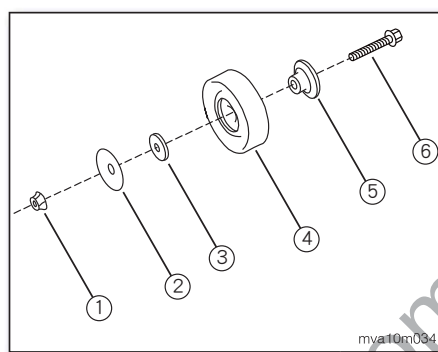

图2
2. 惰轮细部分解(如图2)。
- ① 惰轮螺母
- ② 防尘盖板
- ③ 惰轮垫片
- ④ 惰轮
- ⑤ 惰轮隔离片
- ⑥ 张力调整螺栓